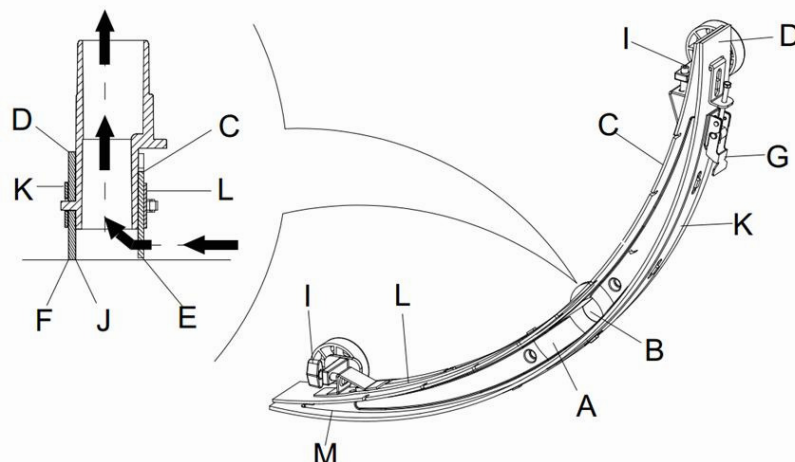

Figure 15
2. Appuyez sur l'interrupteur d'alimentation (41) sur la position "O" pour éteindre la machine.
3. Dévissez les molettes (16) de la raclette, débranchez le flexible d'aspiration de la raclette puis retirez la raclette.
4. Utilisez la poignée de levage de la raclette (14) pour soulever le cadre de support de la raclette.
5. Nettoyez la raclette (Figure 15). Nettoyez en particulier la rainure (A, Figure 15) ainsi que les saletés et les fragments dans le tube d'aspiration. Vérifiez si la bavette avant (C) et la bavette arrière (D) de la raclette sont intactes et s'il n'y a pas de bords usés ou déchirés. Remplacez-les si nécessaire (voir les étapes dans la partie suivante).
1. Suivez les méthodes indiquées dans la section précédente pour nettoyer la raclette (Figure 15)
2. Vérifiez le bord (E, Figure 15) de la bavette avant de la raclette et le bord (F) de la bavette arrière (D) de la raclette. Sur toute la longueur, ils doivent au même niveau. Dans le cas contraire, réglez leurs hauteurs grâce à la procédure suivante.
- Desserrez le clip (G) pour séparer la bavette arrière (D) de la raclette du support (M) afin de régler la position de la raclette. Après le réglage, verrouillez à nouveau le clip.
- Desserrez la vis de la poignée (I) pour régler la bavette avant (C) de la raclette. Serrez la vis de la poignée après le réglage.
3. Vérifiez si la bavette avant (C) et la bavette arrière (D) de la raclette sont intactes et s'il n'y a pas de bords usés ou déchirés. Si nécessaire, remplacez-les selon les méthodes suivantes. Vérifiez si le bord avant de la bavette arrière de la raclette (J) est usé. S'il est usé, la raclette peut être installée à l'envers (le bord supérieur doit être intact). Si le bord supérieur est également usé, changez-la en suivant la procédure ci-dessous :
- Desserrez le clip (G) pour séparer la bavette de pression du support (M), retirez la barre de fixation (K) puis remplacez ou retournez la bavette arrière (D) de la raclette. Réinstallez la bavette arrière de la raclette dans le sens inverse du retrait.
- Desserrez la vis de la poignée (I) et retirez la barre de fixation avant (L) puis remplacez la raclette avant (C). Réinstallez la bavette avant de la raclette dans le sens inverse du retrait. Après avoir remplacé la lame de la raclette (ou l'avoir retournée), réglez le niveau des bavettes avant et arrière de la raclette comme décrit dans les procédures ci-dessus.
4. Raccordez le flexible d'aspiration (11) à la raclette.
5. Installez la raclette et utilisez les molettes (16) pour la serrer, puis raccordez le flexible d'aspiration à la raclette.
6. Si nécessaire, réglez la raclette à l'aide de la molette de réglage (20) (consultez les procédures de réglage d'inclinaison de la raclette).